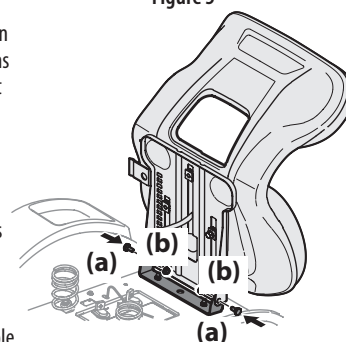

Figure 6
4. Fixez un côté du siège au support avec les boulons à épaulement (a) et les écrous autobloquants (b) retirés à l'étape 3. Retenez le siège pendant que vous enlevez le tournevis Phillips et que vous fixez l'autre côté. Prenez garde de ne pas coincer ou endommager le faisceau de fils pendant que vous installez le siège. Voir Figure 6. Serrez le boulon à un couple de 9,5 à 11,6 N m (de 84 à 103 po-lb).